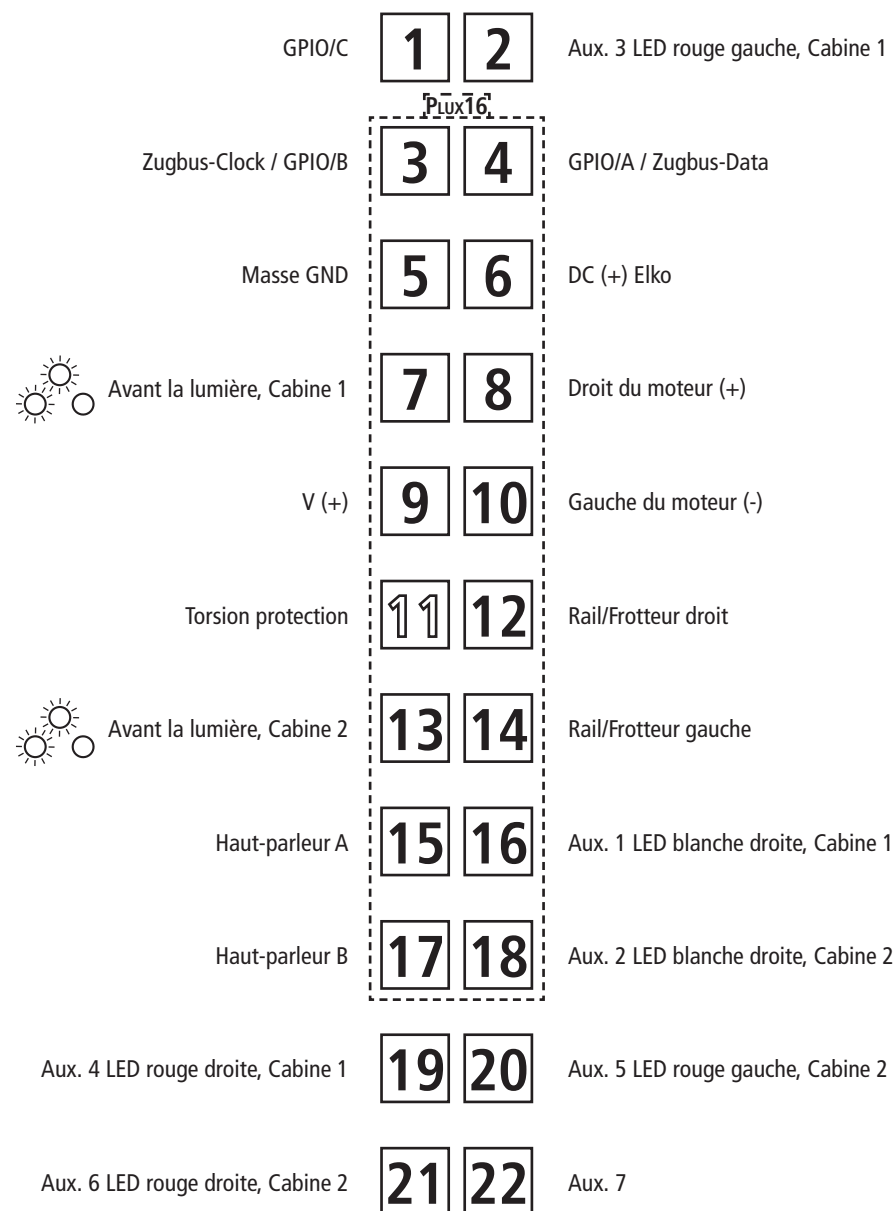
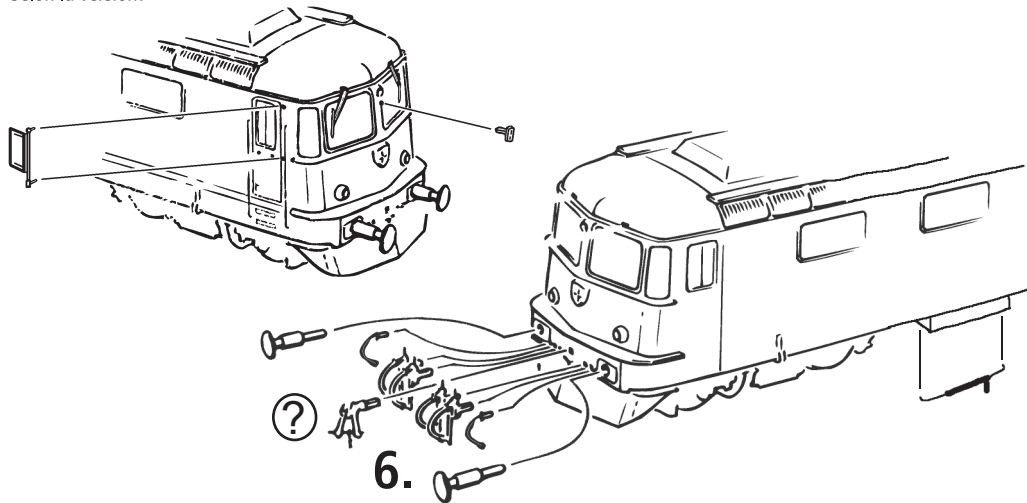

Fig. 6
Fig. 3
2. Schmierung: Versehen Sie die im Schmierplan in Fig. 7 gekennzeichneten Stellen mit nur **kleinen Öltropfen**. Dazu zuerst das Lokgehäuse abnehmen (Fig. 3). Wir empfehlen den ROCO **Öler Art.-Nr. 10906**. Fürs Schmieren der Getriebeteile (Zahnräder, Schnecke) empfehlen wir das **ROCO-Spezialfett Art.-Nr. 10905**. Im Falle der Schmierung diese Teile **nicht ölen**.
Mehrzugbetrieb: Zuerst Lokgehäuse abnehmen (Fig. 3). Danach den Brückenstecker aus der Schnittstelle entfernen (diesen sorgsam aufbewahren). Danach den Stecker des Steuerbausteins lagerichtig einsetzen (siehe Fig. 6).
4. Motorwechsel: Lokgehäuse abnehmen (Fig. 3). Danach wird der Motor ausgebaut (Fig. 8).
2. Lubrication: Apply **tiny oil drops** to spots marked in fig. 7. Prior to lubrication dismantle locomotive (fig. 3). We recommend using item no. **10906, Roco oiler**. For lubrication the gearparts (e.g. cogwheels, worm) we should recommend our Roco **special grease** (item no. **10905**).
Remove the jumper from the interface. Finally put the plug of the chip into the interface as shown in fig. 6.
4. Motor Changing: First remove loco body (fig. 3), and then the motor (fig. 8).
2. Graissage: N'appliquez **qu'une toute petite goutte** aux endroits indiqués par le plan de graissage (fig. 7) après avoir démonté la caisse de la locomotive (fig. 3). Nous vous recommandons **le graisseur à huile Roco réf. 10906**. Pour graisser les engrenages (roues dentées, vis sans fin) nous vous conseillons la **graisse spéciale Roco réf. 10905** pour engrenages en matières synthétiques. Lorsque vous utilisez cette graisse il faut éviter d'huiler ces composants.
Enlevez la fiche de shuntage de l'interface (à conserver!) et enfichez finalement la fiche du module de télécommande aux prises de l'interface. Veuillez à la position correcte de la fiche (voir fig. 6).
4. Remplacement du moteur: Démontez la caisse (voir fig. 3). Démontez ensuite le moteur (fig. 8).
1. siehe } Fig.3